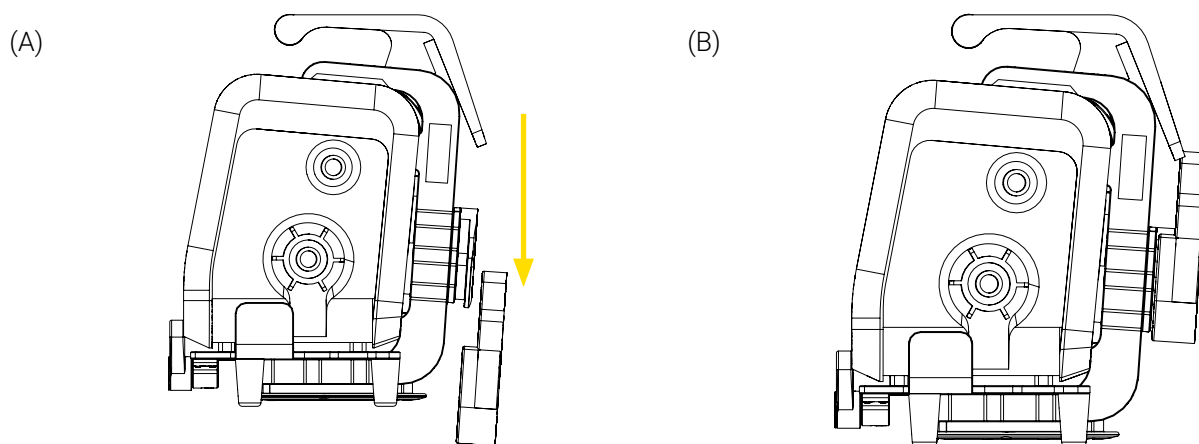

Figure 7: Installation du support Bracket Pro Serie 60 - FL sur une Micro Base
1. Aligner et insérer le micro disque antirotation situé à l'arrière du support Bracket Pro Serie 60 - FL verticalement dans la Micro Base jusqu'à ce qu'elle se verrouille (Figure 7).